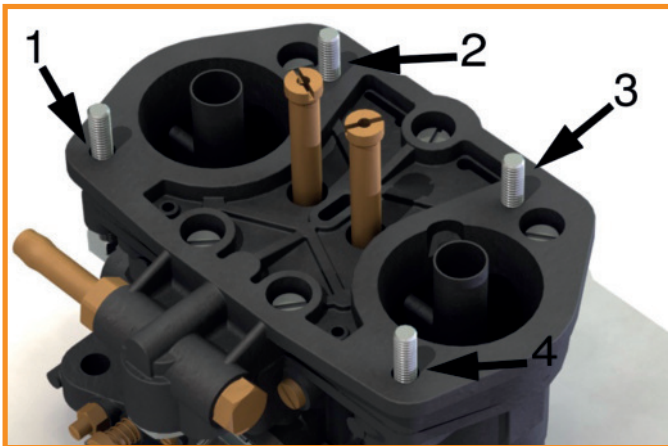

Fig. 5
- Three of the original screws/bolts need to be removed from the carb housing as shown in Figure 5.
- Drehen Sie die Original Schrauben/Stifte 1, 2, 3+4 des Vergaserdeckels, wie in Fig.5 zu sehen heraus und ersetzen Sie diese durch die im Set enthaltenen Gewindestifte M6x25 und M6x40. Verwenden Sie für die Montage der neuen Gewindestifte ein wenig Schraubensicherungsmittel.